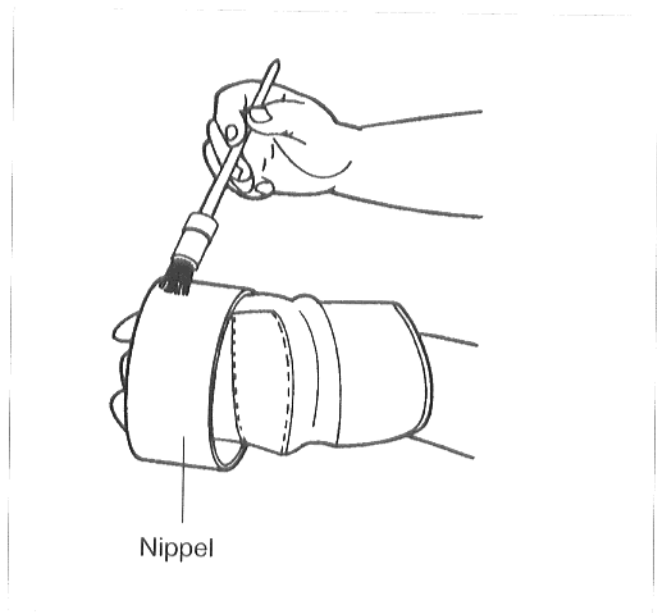

Abb. 5
- Neue Nippel gleichmäßig mit Mennige einstreichen (Abb. 5).